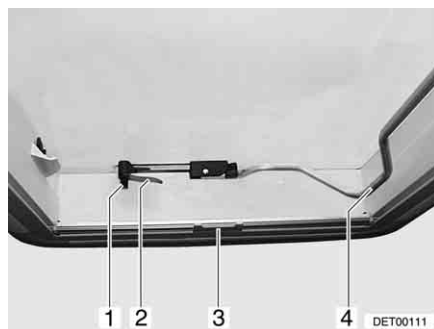
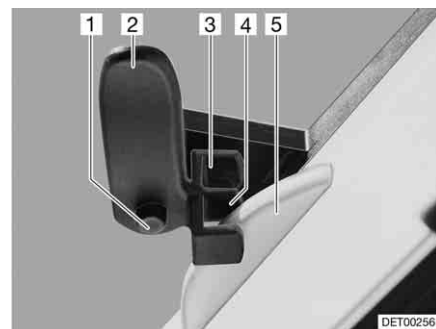

Bild 74 Heki-Dachhaube, geschlossen
Bild 75 Heki-Dachhaube in Lüftungsstellung 1
Öffnen: ■ Sicherungsknopf (Bild 74,1) drücken und Verriegelungshebel (Bild 74,2) eine viertel Umdrehung nach innen drehen.
■ Bügel (Bild 74,4) nach unten aus der Arretierung ziehen.
Schließen: ■ Bügel (Bild 74,4) nach unten aus der Arretierung ziehen.
■ Verriegelungshebel (Bild 74,2 und Bild 75,2) eine viertel Umdrehung drehen. Die Nase der Dachverriegelung (Bild 75,5) muss dabei in die obere Verriegelungsgabel (Bild 75,3) eingreifen.
- Sicherungsknopf (Bild 75,1) drücken und Verriegelungshebel (Bild 75,2) zurückdrehen. Die Nase der Dachverriegelung (Bild 75,5) muss dabei in die untere Verriegelungsgabel (Bild 75,4) eingreifen.